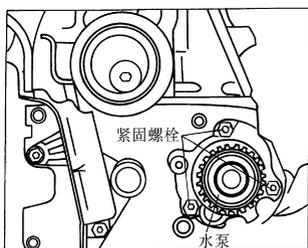

图 2-123 拆下水泵
① 飞轮减振器和同步带下护罩可不拆。
② 同步带仍留在曲轴同步带轮上。
③ 为了保护同步带, 拆下水泵前, 应用抹布盖住同步带。
11) 如图 2-123 所示, 拧下水泵紧固螺栓, 并拆下水泵。